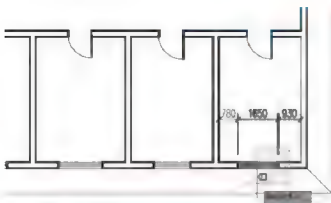

图 2-142 向右拉伸窗扇时选择对象的方法
(2) 用同样的方法使窗洞口右侧墙段向右缩短150mm。这样窗洞口则由1500mm变成1800mm,但应注意,选择拉伸对象的方法应如图2.142所示。